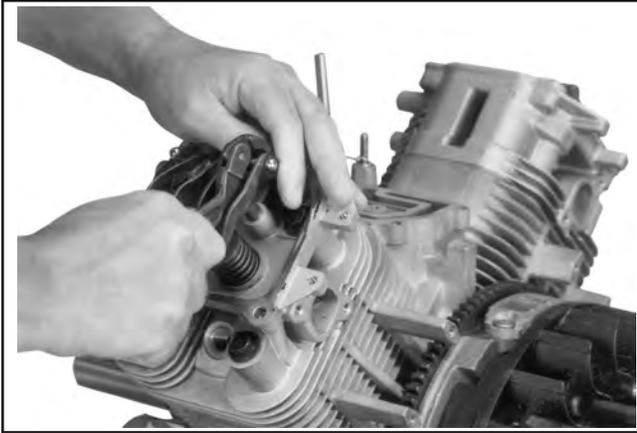

Abbildung 11-47. Verwendung eines Schlüssels für den Hub des Kipphelms über die Stößelstange.
4. Mit einem Schlüssel oder einem Hubinstrument für Kipphebel (siehe Kapitel 2) die Kipphebel anheben und die Stößelstangen darunter positionieren. Siehe Abbildung 11-47.